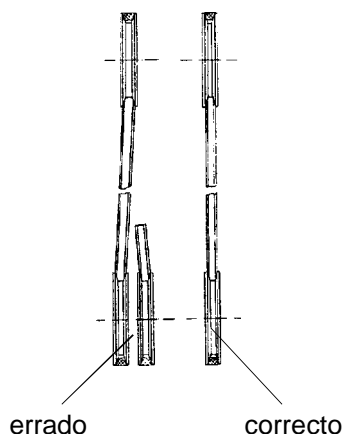

Fig. 6.1
- O motor deve ser alinhado de forma a que as polias das correias do motor e da máquina fiquem alinhadas (fig. 6.1).